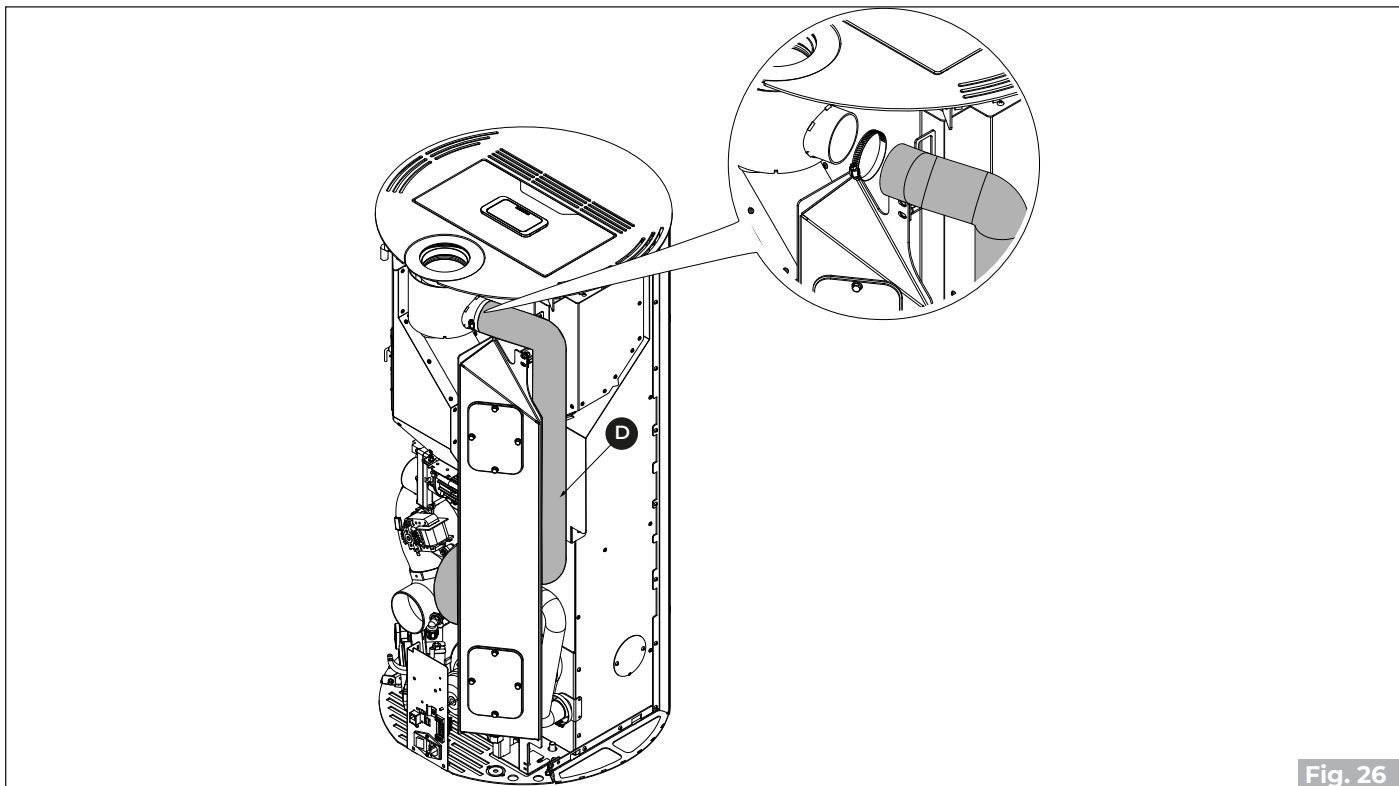

Fig. 26
- Débrancher le tuyau flexible (D) de l'air comburant sur la partie supérieure («Fig. 26»).